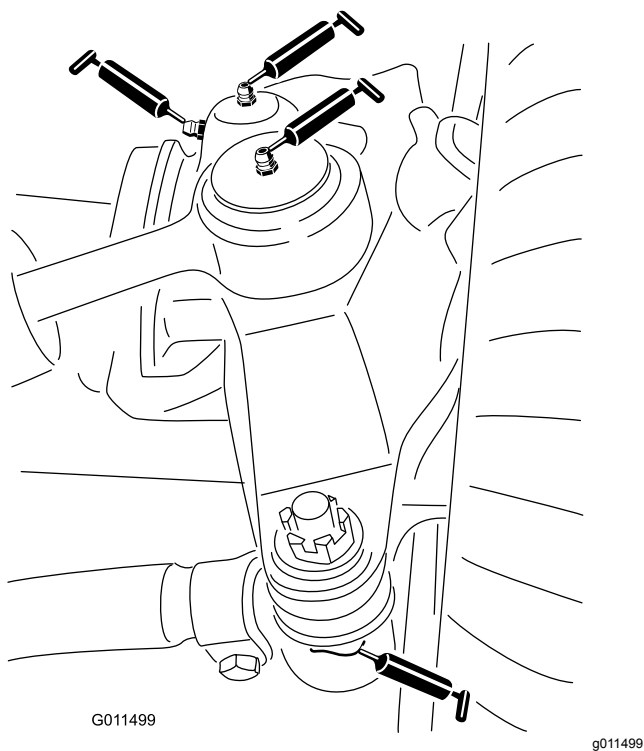

Figure 58
- 2 rotules de vérin de direction (Figure 58)
- 2 rotules de biellettes (Figure 58)
- 2 bagues de pivots de fusées (Figure 58).